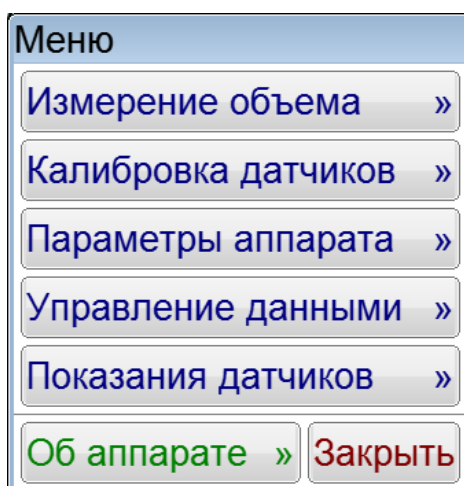

Рисунок 6 – Окно «Меню»
- 4.4.2.8 Находясь в режиме ожидания, нажать кнопку **[Меню]**. Откроется окно «**Меню**» (см. рисунок 6).